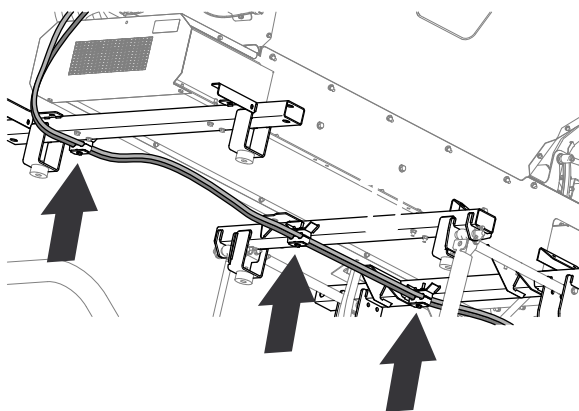
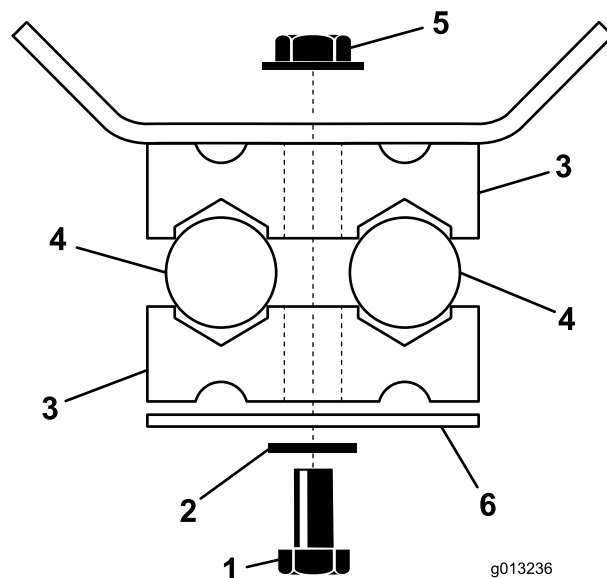

Figura 22
Figura 23
1. Dirija la manguera hidráulica de presión y de retorno a la derecha del raíl del bastidor de la recebadora, tal y como se muestra en la Figura 22.
2. Instale provisionalmente las mangueras en los 3 soportes de montaje de mangueras situados en los travesaños delantero, central y trasero (Figura 22 y Figura 23) con 3 tornillos de
5. Apriete los 3 tornillos de caperuza y las 3 contratuercas que fijan las mitades de abrazadera (Figura 23).